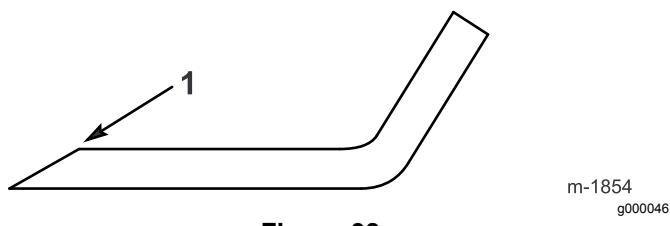

Figura 38
1. Utilize uma lima para afiar a aresta de corte em ambas as extremidades de cada lâmina (Figura 38). Mantenha o ângulo original. A lâmina manterá o equilíbrio se retirar a mesma quantidade de material de ambas as extremidades de corte.